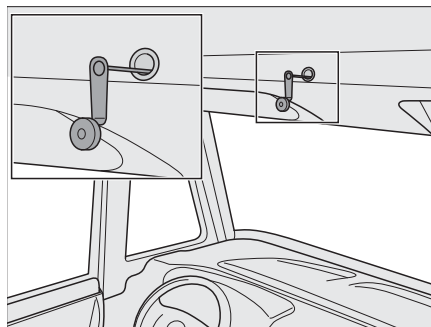

Fig. 152 Mando de emergencia de la cama elevada eléctrica
- ▷ Durante un corte de corriente, la cama elevada eléctrica también puede ser accionada con una manivela de emergencia (Fig. 152). Ésta se encuentra en la cocina integrada.